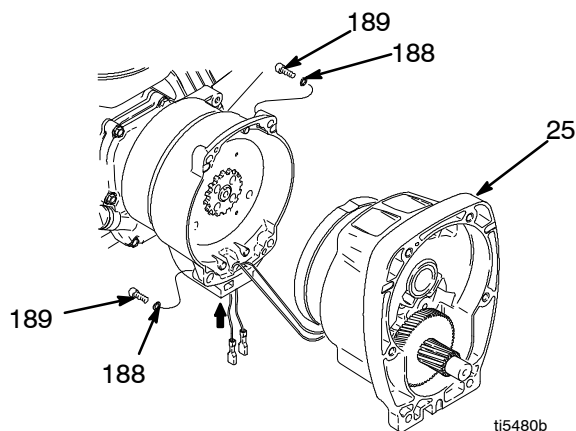
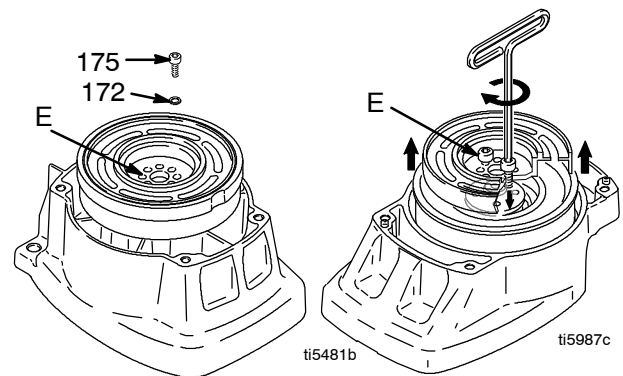
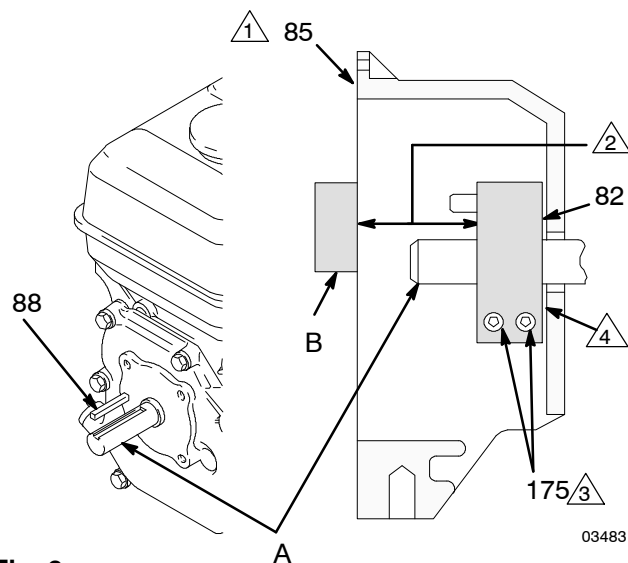

Fig. 4
Fig. 5
Fig. 9
4. Fig. 4. Skruva bort fyra skruvar (189) och låsbrickor (188) och pinjongen (25).
5. Fig. 5. Ställ pinjongen (25) på bänken med rotorsidan vänd uppåt.
6. Skruva bort fyra bultarna (170) och låsbrickorna (172). Skruva in två av skruvarna i rotorns gängade hål (E). Dra omväxlande åt skruvarna tills rotorn lossnar.
4. Fig. 9. Lossa två bultar (175) på klampen (82).
5. Tryck in en skruvmejsel i spåret i klampen (82) och ta bort klampen.
1. Fig. 9. Sätt i kilen på motoraxeln (88).
2. Knacka på klampen (82) på motoraxeln (A) med en plastklubba. Se till att måttet blir som i anm. 2. Fasningen måste vända mot motorn.
3. Kontrollera måttet: lägg en styv och rak stålstång (B) över kanten på kopplingshuset (5). Mät noggrant mellan stången och klampen. Justera klampen efter behov. Dra åt de två skruvarna (24) till moment $14 \pm 1,1$ N.m.
9. Fig. 5. Ställ pinjongen på bänken med rotorsidan vänd uppåt.
10. Stryk på Loctite på skruvarna. Skruva i fyra skruvar (170) och låsbrickor (172). Dra åt skruvarna växelvis till 14 N.m. tills rotorn sitter fast. Håll i rotorn med hjälp av de gängade hålen.
11. Fig. 4. Montera pinjongen (25) med fem bultar (189) och låsbrickor (188).